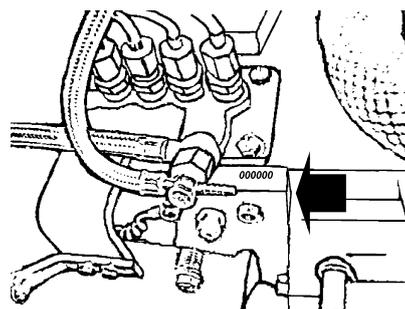

Fig. 1.2
- Punzonado número de serie en el motor. Ver Fig. 1.2, en la bomba inyectora.